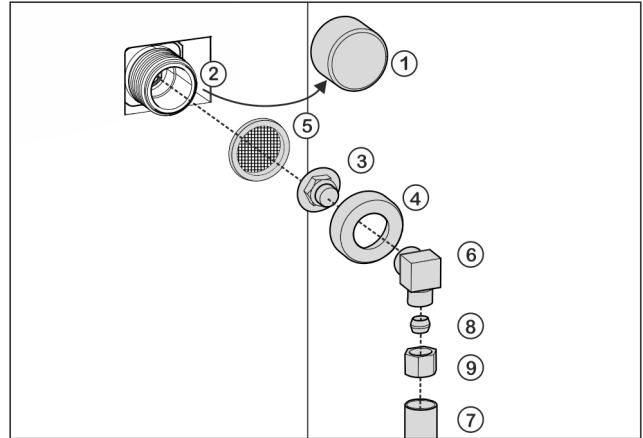

Fig. 15
- ▶ Enlever le bouchon Fig. 15 (1) de l'électrovanne Fig. 15 (2).
- ▶ Insérer la pièce de raccordement Fig. 15 (3) dans l'écrou-raccord Fig. 15 (4).
- ▶ Insérer le filtre Fig. 15 (5) avec la cavité dirigée vers le bas en direction de la pièce de raccordement Fig. 15 (3).
- ▶ Visser l'écrou-raccord *Fig. 15 (4)* à la main sur le filetage de l'électrovanne *Fig. 15 (2)* jusqu'à ce qu'il soit bien positionné.
- ▶ Visser le coude *Fig. 15 (6)*.
- ▶ Raccorder la conduite d'eau *Fig. 15 (7)* (par ex. conduite en cuivre de 1/4" OD) au coude *Fig. 15 (6)* à l'aide de la bague de serrage *Fig. 15 (8)* et de l'écrou *Fig. 15 (9)*.
- ▶ Si nécessaire : Fixer la conduite d'eau *Fig. 15 (7)* sur le boîtier à l'aide de l'étrier d'arrêt.
- ▶ Mettre le coude *Fig. 15 (6)* de côté.
- ▶ Raccorder la conduite d'eau *Fig. 15 (7)* (par ex. conduite en cuivre 1/4" OD) à la pièce de raccordement *Fig. 15 (3)* avec une bague de serrage *Fig. 15 (8)* et un écrou *Fig. 15 (9)*.